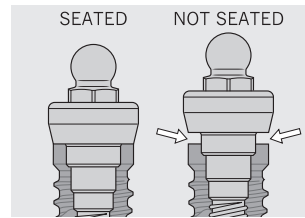

Fig. 3
4. (Fig. 3): El correcto asentamiento sobre el implante se controla mediante una radiografía. La película se coloca verticalmente respecto a la interfase del Dalbo® Certain® Abutment con el implante.